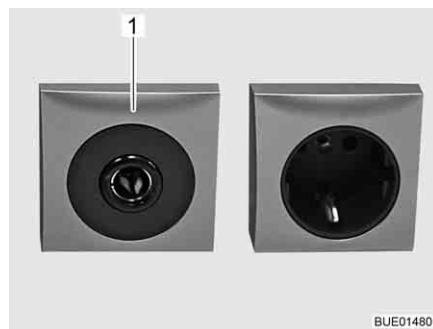

Fig. 128 Caja de enchufe 12 V/10 A
- ▷ Conectar únicamente aparatos con máximamente 10 A a las cajas de enchufe (Fig. 128,1) de la red de a bordo de 12 V.